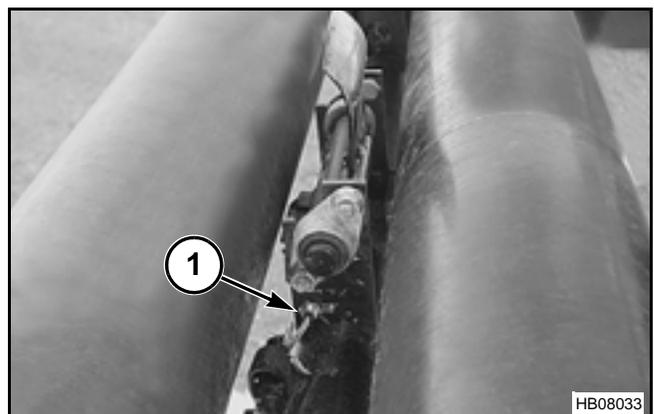

FIG. 21
FIG. 21: El interruptor de caída de fardo (1) está ubicado en el lado superior y hacia la parte trasera de la vertedera de fardos de rodillos. El interruptor indica en la pantalla cuando un fardo cae de la vertedera de fardos.